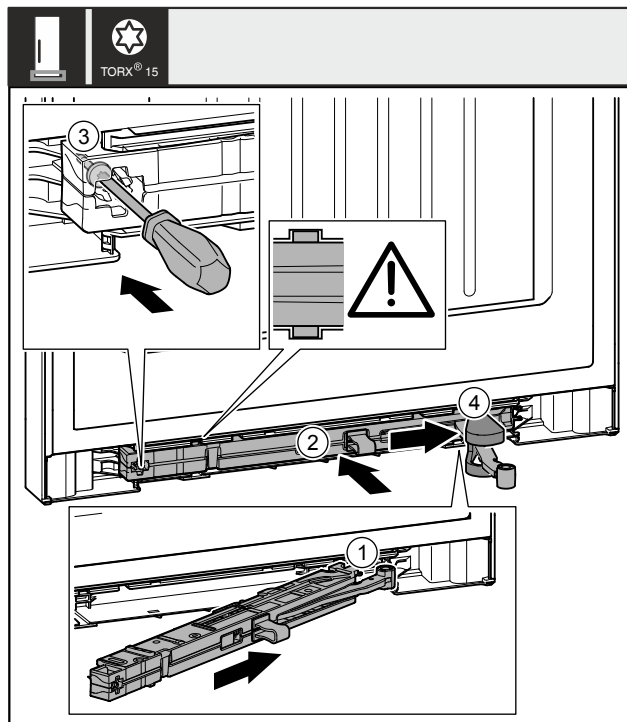

Fig. 53
- ▶ Schließdämpfereinheit Fig. 53 (1) auf der Lagerbockseite bis zum Anschlag schräg in die Aussparung einschieben.
- ▶ Schließdämpfereinheit Fig. 53 (2) vollständig in Aussparung schieben.
- ▶ Schraube Fig. 53 (3) mit einem Schraubendreher festschrauben.
- ▶ Abdeckung Fig. 53 (4) über Gelenk schieben.